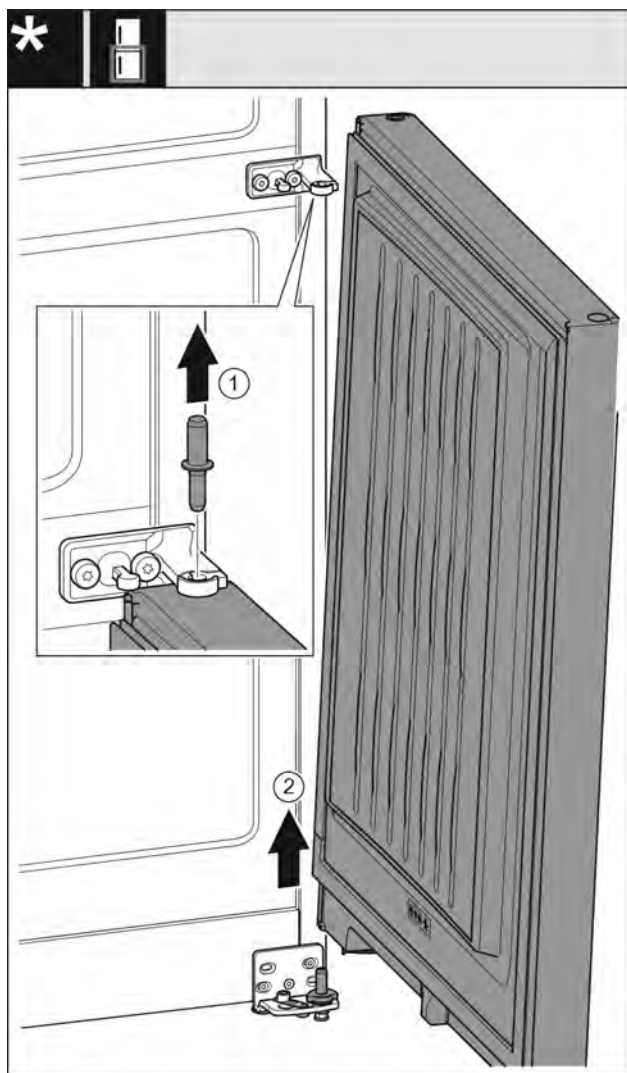

Fig. 11
- ▶ Извлеките пальцы движением вверх. Fig. 11 (1)
- ▶ Отведите дверь, потяните вверх и отставьте в сторону. Fig. 11 (2)